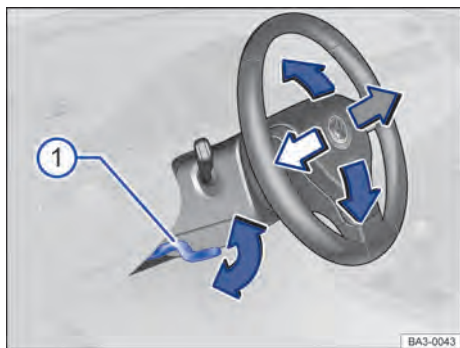

Fig. 61 Embaixo e a esquerda do volante junto com o revestimento da coluna de direção: alavanca de ajuste da posição do volante.
- Empurrar a alavanca para baixo segurando-a pelo seu manípulo → Fig. 61 ①.